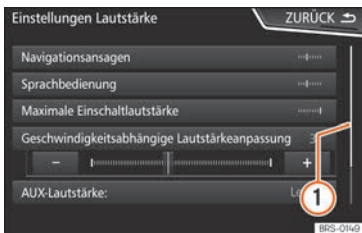

Abb. 204 Listeneinträge eines Einstellungs-menüs.
Auf der rechten Seite befindet sich die Scroll-Leiste, deren Größe von der Anzahl der Listeneinträge abhängt » **Abb. 204** ①.